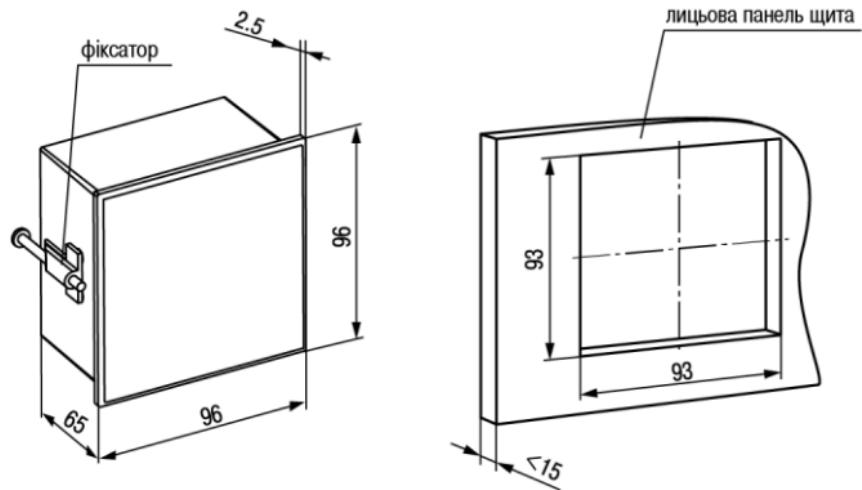

Рисунок 4.4 – Габаритні розміри корпусу Щ1
1. Підготувати на щиті управління місце для встановлення пристрою (див. рисунок 4.4).